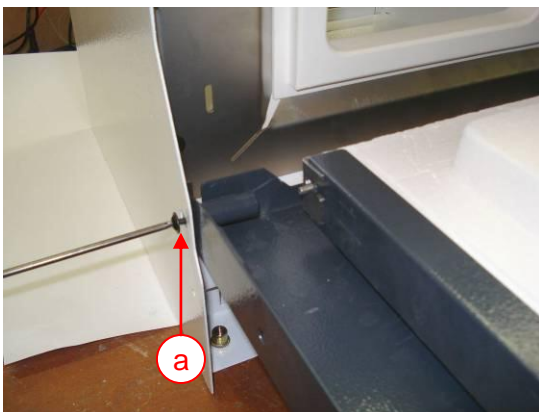
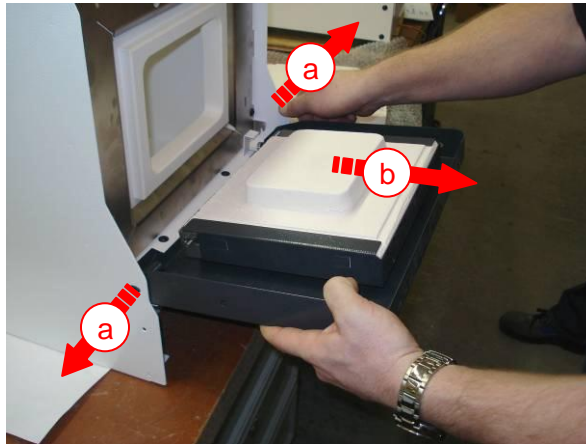

Abb.4 – Linke Schraube lösen
Abb.6 – Ofentüre entnehmen
- Die beiden Gehäusebleche (Abb. 6 a) leicht nach außen drücken bis sich die Tür aus der Verankerung löst.
- Tür nach vorne entnehmen (Abb. 6 b).
- Vorgefertigte Türe am Gehäuse einhängen (Abb. 6) und mittels der 2 Schrauben (Abb. 4 und 5) befestigen.